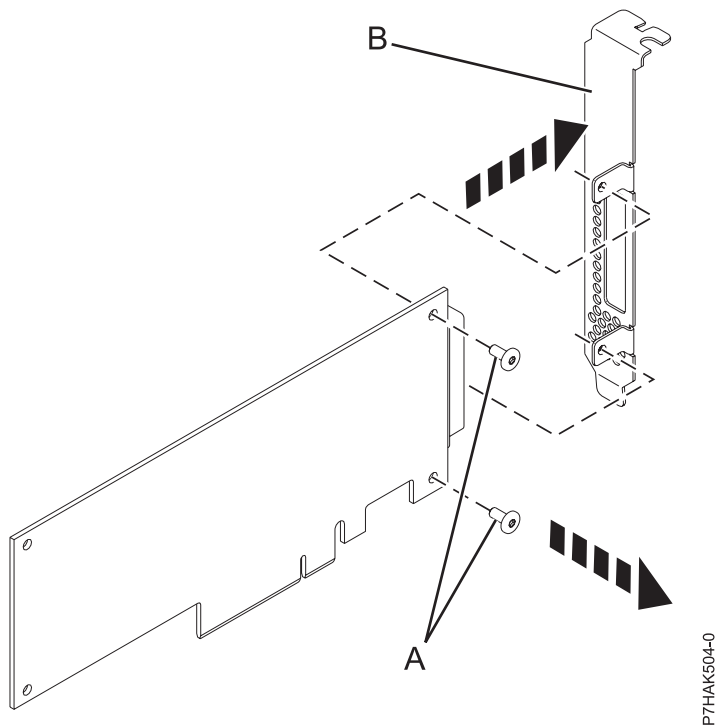

Figura 12. Extracció de la contrapunta de perfil alt d'un adaptador PCI nou
7. Fent servir un tornavís Phillips, traieu els dos cargols de subjecció (A) que subjecten la contrapunta (B) a l'adaptador PCI nou, com es mostra a la Figura 12 a la pàgina 25.